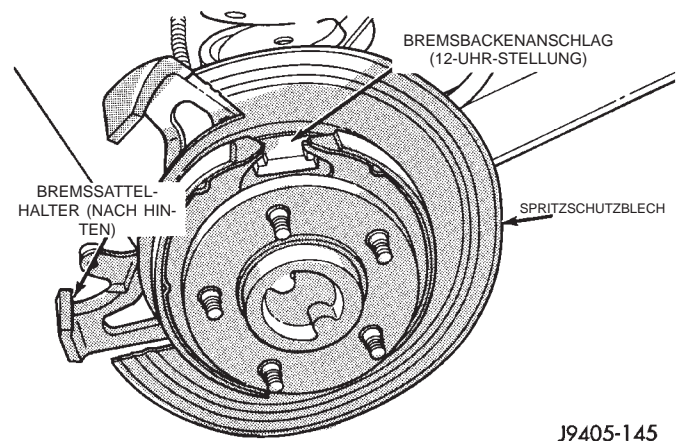

Abb. 59 Stellung von Bremssattelträger und Spritzschutzblech überprüfen
(8) Die richtige Stellung von Bremssattelträger und Spritzschutzblech überprüfen (Abb. 59). Öffnung und Bremsbelaghalter am Bremssattel müssen nach hinten zeigen, wie in der Abbildung dargestellt.
(9) Achswelle anbringen. Näheres siehe Kapitel 3, "Differential und Antriebsstrang."
(10) Brems Scheibe, Bremssattel und Rad anbauen. Dann die Bremsbacken einstellen.
(11) Das Fahrzeug absenken und die Funktion von Betriebs- und Feststellbremse überprüfen.